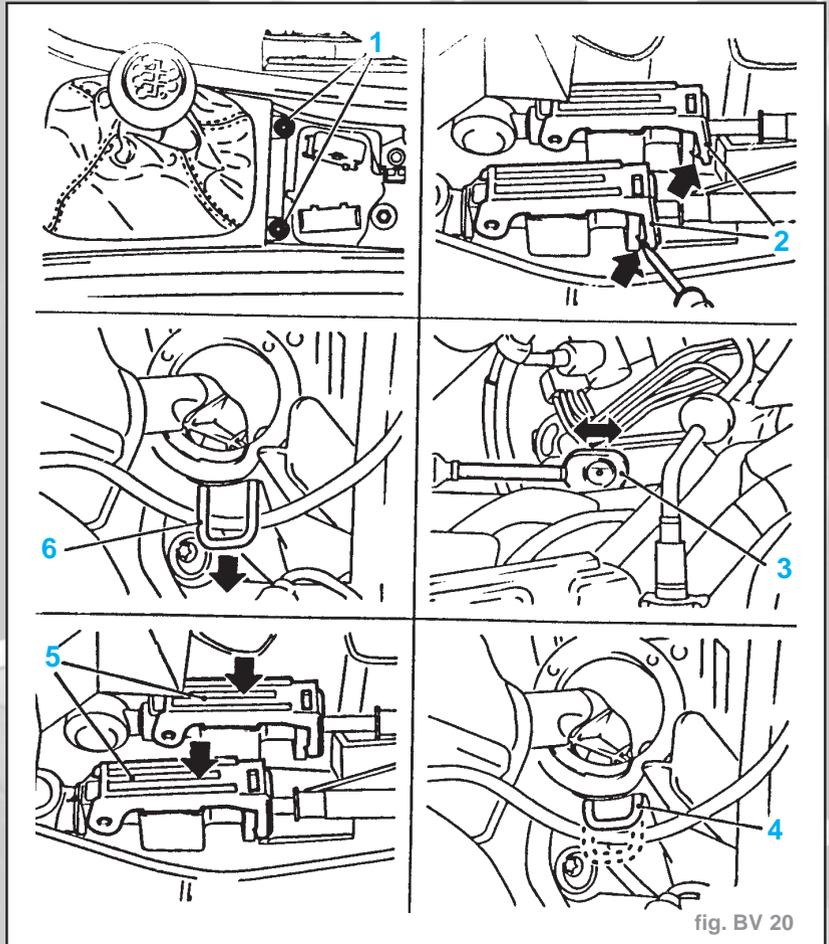

fig. BV 20
- Déposer le recouvrement du levier de commande de vitesses (1), déverrouiller les deux pièces de serrage (2) (fig. BV. 20).
- Commuter la boîte de vitesses en position "ralenti" (3). Levier de commande de vitesses positionné sur "Ralenti" et verrouiller en engageant l'agrafe (4). Verrouiller les pièces de serrage en les comprimant (5 - sens de la flèche), retirer ensuite l'agrafe (6).